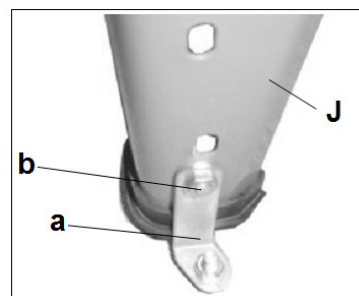

Рис. 5
его необходимо надежно закрепить с помощью металлических уголков, входящих в комплект. Металлические уголки (a) крепятся к ножкам (J) с помощью болтов (b), как показано на Рис. 5